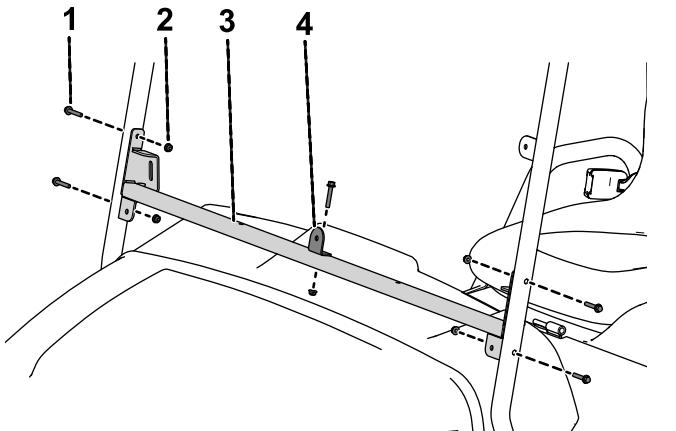

Bild 61
1. Befestigen Sie die Windschutzscheibenhalterung mit einer Sechskantbundkopfschraube (1/4" x 1 1/2") und einer Mutter (1/4") an den Windschutzscheibenstützen (Bild 61).
2. Befestigen Sie die Windschutzscheibenstütze mit vier Sechskantbundkopfschrauben (1/4" x 1 1/2") und vier Muttern (1/4") an der rechten und linken Windschutzscheibenstütze (Bild 61).